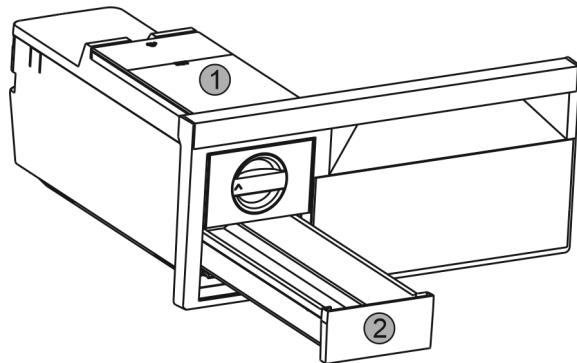

Fig. 38
- ▶ Зняти бак для води Fig. 38 (1) та висувний ящик для виробництва кубиків льоду Fig. 38 (2).